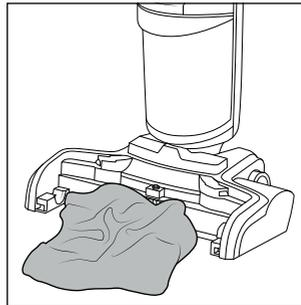

Fig. 36
- ◆ Hvis børstekammeret er snavset, skal det renses med en fugtig klud (se fig. 36).